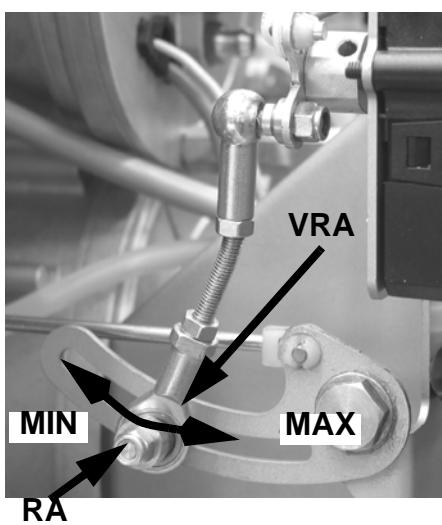

Fig. 14
- 13 La **regulación del aire** comburente se efectúa mediante el servomando. La rotación del servomando debe ser siempre igual a 90° (ver el capítulo siguiente) con cualquier calibración de llama alta y baja. La apertura del registro de aire se regula mediante la excéntrica con ojete de Fig. 14. Para regular el caudal de aire aflojar la tuerca **RA** (Fig. 14) y mover la palanca **VRA** a lo largo del ojete como se indica, para aumentar o disminuir el caudal de aire, hasta obtener el caudal requerido, bloquear luego la tuerca **RA** en la posición correspondiente.